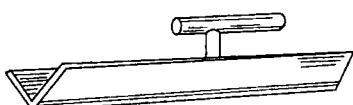
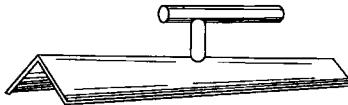

图 1-3 阴角抹子
图 1-4 阳角抹子
(3) 阴、阳角抹子 阴角抹子主要用于压光阴角，阳角抹子用于压光阳角，如图 1-3、图 1-4 所示。